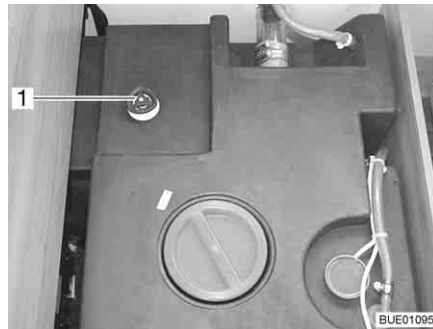

Bild 208 Vattentank med ratt
- Vrid ratten (Bild 208,1) på vattentanken medurs till stoppläget.
- Vrid ratten (Bild 208,1) på vattentanken moturs till motståndet. Vattnet rinner ut tills 60 liter är kvar.